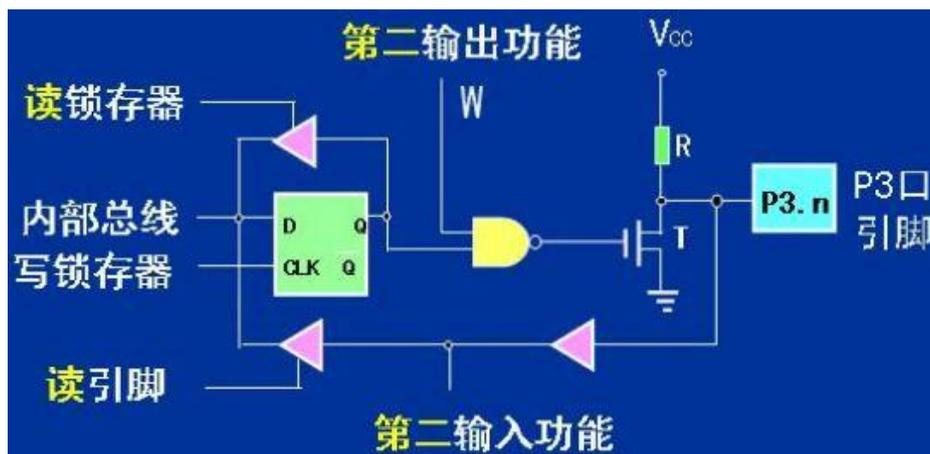

图 3-18 P3 口内部结构图
(1) 作为通用 I/O 口与 P1 口类似，标准的准双向 I/O 口(W=1)。内部结构如图 3-18 所示。